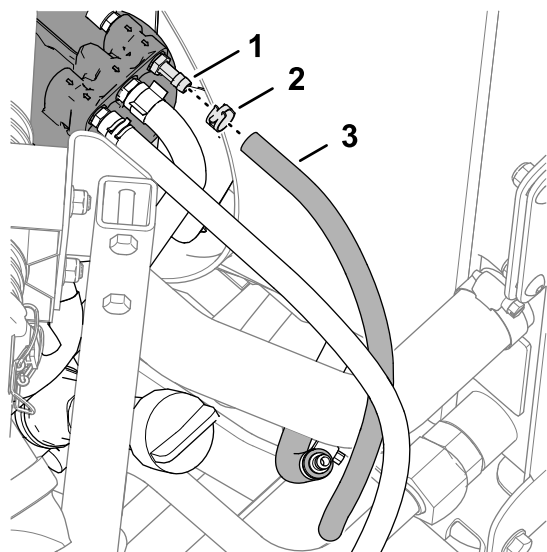

図 17
1. 燃料ホース 6.4 x 457 mm を、燃料フィルタヘッドの一番後ろのフィッティングに取り付け、スプリング式ホースクランプで固定する 図 17。